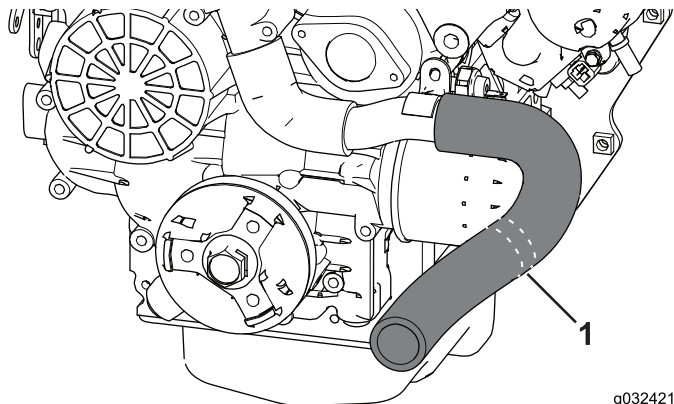

Рисунок 20
1. Найдите и снимите шланг радиатора (Рисунок 20).
2. Перережьте шланг радиатора по линиям отреза с помощью режущего инструмента (Рисунок 20).